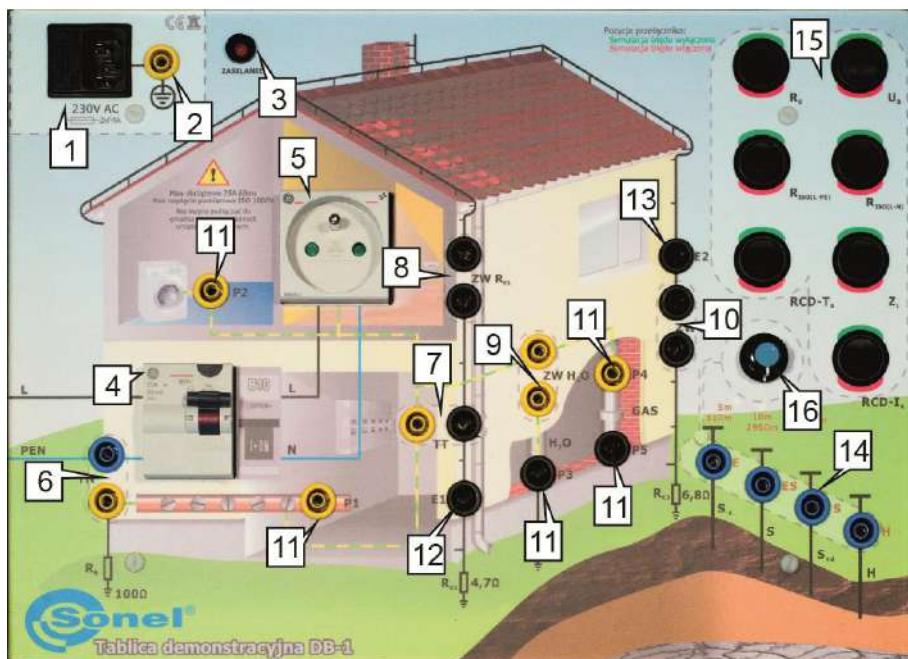

Fig. 1. Distribución de elementos del panel en el Tablero de Demostración DB-1
- seleccionar el tipo de red **TT** o **TN** utilizando el puente en el lugar adecuado (Fig. 1,